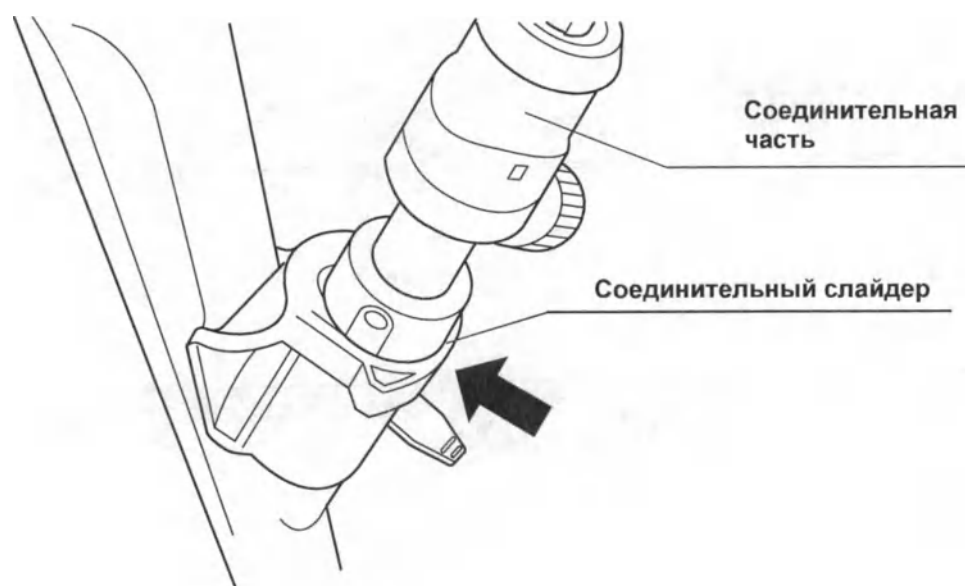

Рисунок 9
- 6** Передвиньте соединительный слайдер до щелчка и убедитесь в том, что рукоятка надежно прикреплена к эндоскопу. (См. рис. 9)